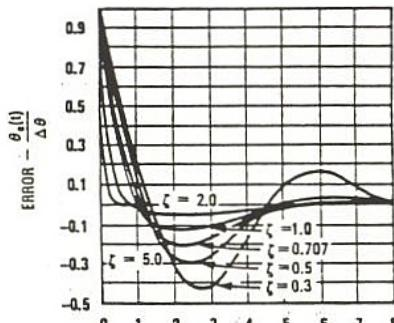

Figure 8 : Réponse à un saut de phase.
- optimisation de la réponse à un saut de phase (**figure 8**)